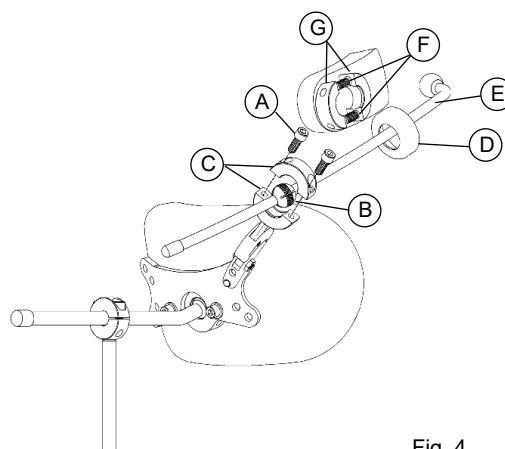

Fig. 4
5. Se Fig. 4. Løsne skruene (Fig. 4, A) og fest kulen (Fig. 4, B) mellom de to kragehalvdelen for lateralfestet (Fig. 4, C), og stram til. Ikke stram kragehalvdelene helt før de er tilpasset personen, slik at kulestangen kan justeres.
6. Skyv kragedekslet (Fig. 4, G) av kragen og over på den bøyde kulestangen (Fig. 4, E).
7. Løsne skruene (Fig. 4, D). Løsne skruene kun så mye at kulen kan skyves inn. Dette er enklere enn å ta de to kragehalvdelene helt fra hverandre.
8. Fest kragehalvdelene (Fig. 4, H) jevnt rundt kulen (Fig. 4, F). Se side 13.
9. Skyv kragedekslet (Fig. 4, G) på kragen (Fig. 4, H).
6. Skyv kragedekslet (Fig. 4, D) av kragen og over på den bøyde kulestangen (Fig. 4, E).
7. Løsne krageskruene (Fig. 4, F). Løsne skruene kun så mye at kulen kan skyves inn. Dette er enklere enn å ta de to kragehalvdelene helt fra hverandre.
8. Fest kragehalvdelene (Fig. 4, G) jevnt rundt kulen. Se side 13.
9. Skyv kragedekslet (Fig. 4, D) på kragen (Fig. 4, G).